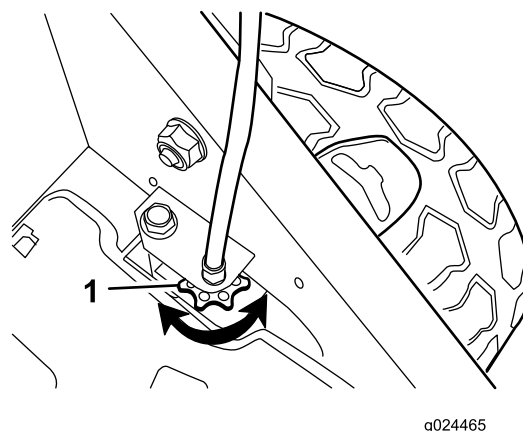

Figura 21
- Si las ruedas no giran al apretar la barra de autopropulsión, la correa de transmisión está demasiado floja. Gire el mando de control de la transmisión de las ruedas (Figura 21) una vuelta en el sentido de las agujas del reloj y repita los pasos 3 a 5.
la transmisión de las ruedas (Figura 21) una vuelta en el sentido contrario a las agujas del reloj y repita los pasos 3 a 5.